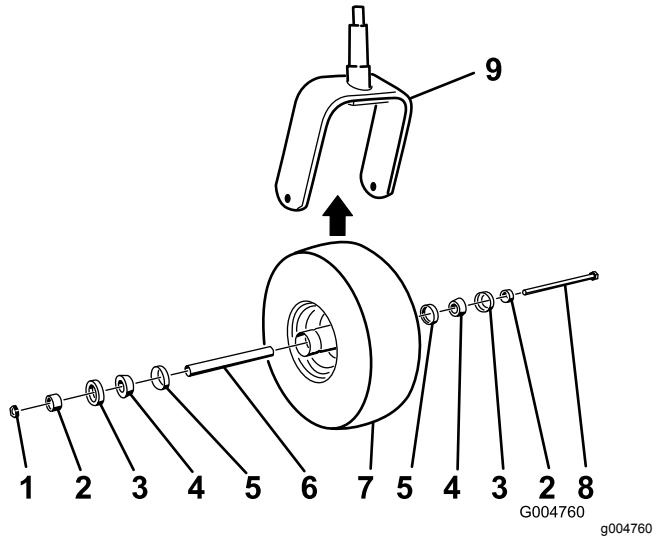

Bild 74
5. Montieren Sie das Laufrad, indem Sie die konischen Lager und Dichtungen, die mit Fett gefüllt sind, in die Radnabe drücken, siehe Bild 74 für die Positionierung.
2. Entfernen Sie die Sicherungsmutter von der Schraube, mit der das Laufrad an der Gabel befestigt ist (Bild 74).